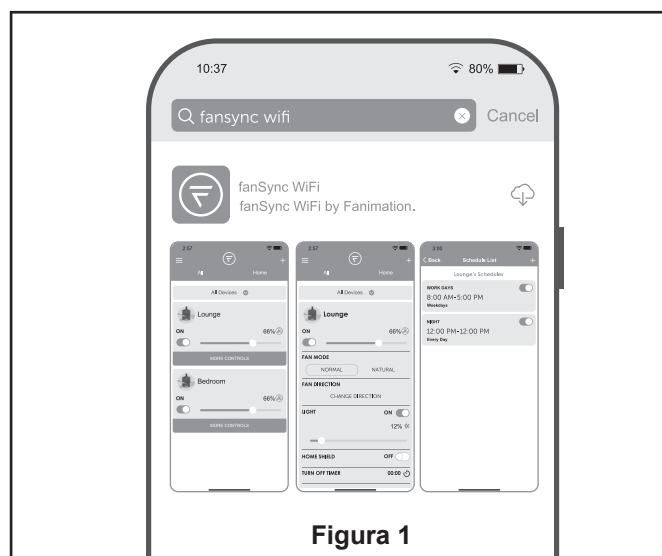

Figura 1
- ☐ 1. Visite el App Store de Apple o el Play Store de Google para descargarse la App gratuita fanSync WiFi. (Figura 1)